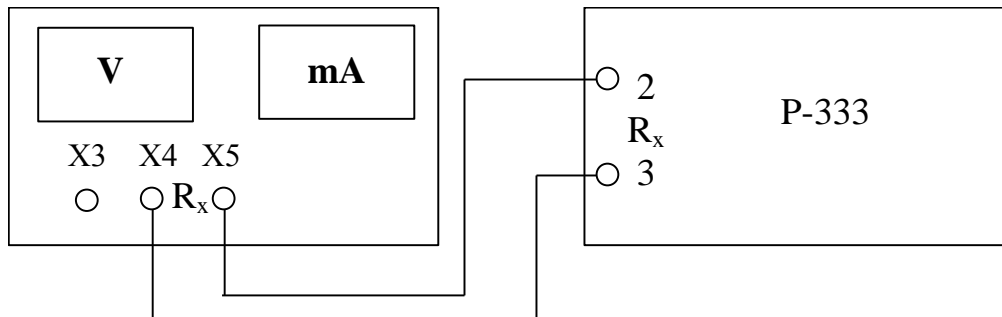

Рис.2
2. Соедините клеммы X4 и X5 (R_x) на передней панели лабораторной установки с клеммами 2 и 3 моста (рис.2).